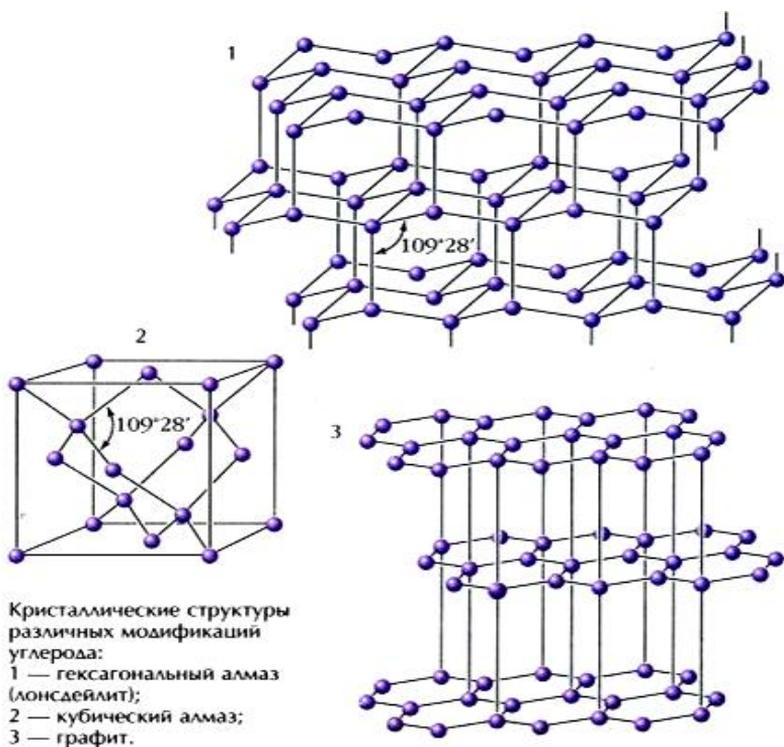

Рис. 1.1. Кристаллические структуры различных модификаций углерода:
**АЛЛОТРОПИЯ (полиморфизм)** – явление существования химического элемента в виде двух или нескольких простых веществ, различных по строению и свойствам (рис. 1.1).
Эти простые вещества, различные по строению и свойствам, называются аллотропными формами или аллотропными модификациями. Например, у алмаза две аллотропные формы (модификации) (рис. 1.1, 1.2), аналогично по две аллотропные формы (модификации) у углерода, у кислорода две аллотропные модификации – молекулярный кислород и